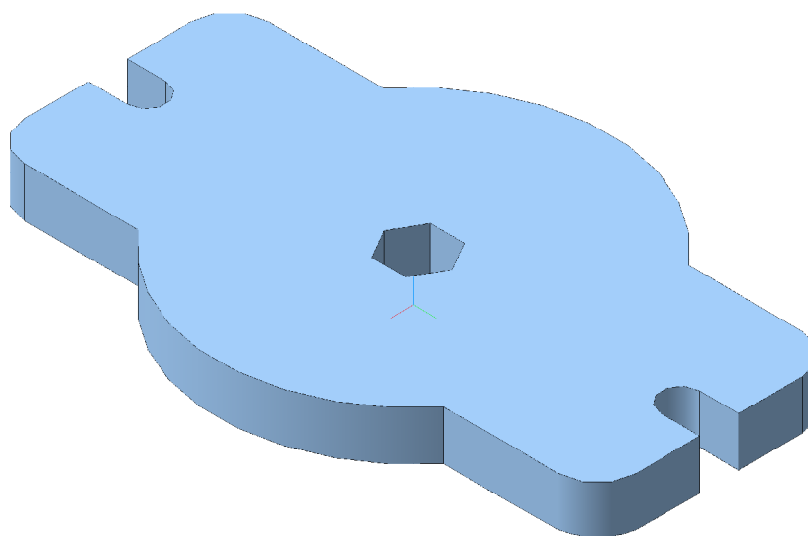

Рис. 106
1. Выполните пространственную модель пластины, рис. 106 (практическая работа № 7, рис. 96). Толщина пластины 20 мм. Рассчитайте МЦХ пластины. Материал - Сталь 08 ГОСТ 1050-88.